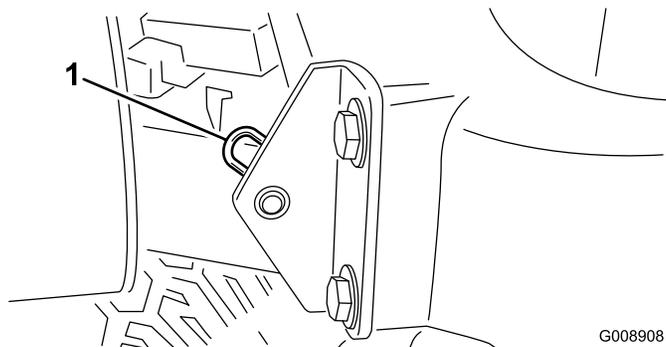

Рисунок 49
2. Снимите шплинт крепления оси поворота капота к монтажным кронштейнам (Рисунок 49).